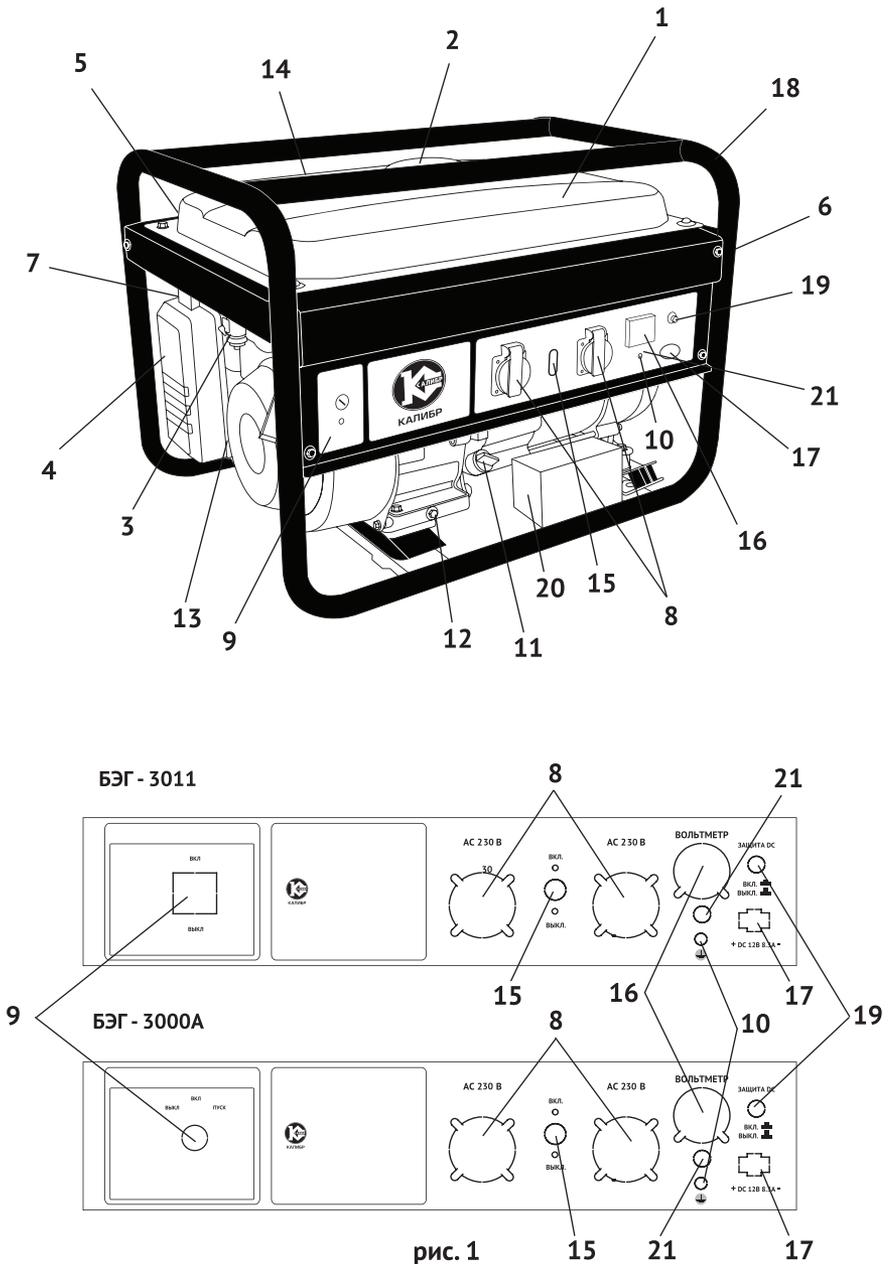

рис. 1
генератора. Передача осуществляется через коническое сопряжение ротора генератора и вала двигателя. При этом образуется самоцентрирующаяся трёхпорная схема соединения. С обмоток статора генератора напряжение подводится: через систему стабилизации на розетки переменного тока (рис.1 поз.8); через выпрямительный блок на розетку постоянного тока (рис.1 поз.17).
2.4 Общий вид бензогенератора и панели управления представлен на рис.1
3.4 Двигатель и генератор закреплены на трубчатой раме (рис.1 поз.18) через амортизаторы, что снижает вибрацию аппарата и уменьшает уровень шума при работе. Все элементы бензогенератора имеют удобный доступ для обслуживания и ремонта.
Электрическая сеть подключения потребителей относится к системе с изолированной нейтралью, предусматривающей защитное заземление открытых токопроводящих частей корпуса. В зависимости от местных условий (состав грунта, его влажность и т.п.) изменяется качество заземления. Во всех случаях защитное заземление должно иметь сопротивление не более 4-х Ом. Во время работы бензогенератора его клемма заземления (рис.1 поз.10) должна быть подсоединена к заземлителю. Практически это требование может быть реализовано следующими способами:
Выкрутите пробку-щуп из маслозаливной горловины (рис.1 поз.11) и залейте в картер масло необходимой марки до нижнего края горловины. Вставьте сухой чистый щуп в горловину картера и извлеките его. Проверьте уровень масла: граница смоченной области щупа должна располагаться между отметками минимального и максимального уровней.
5.3.1 Отключить всех потребителей переменного и постоянного тока от генератора. Перевести автоматический выключатель (рис.1 поз.15) в положение «ВЫКЛ».
- перевести выключатель зажигания (рис.1 поз.9) в положение «ВКЛ»;
- открыть топливный кран (рис.1 поз.3);
- перевести рычаг управления воздушной заслонкой (рис.1 поз.7) в крайнее левое положение «закрыто» при пуске холодного двигателя (для прогрева двигателя рычаг устанавливается в промежуточном положении);
- медленно потяните рукоятку стартера (рис.1 поз.13) до появления сопротивления, затем резким движением вытяните его до конца, повторите действие ещё раз, если двигатель не завёлся;
После прогрева двигателя в течение 10-40 секунд (в зависимости от начальной температуры), перевести рычаг воздушной заслонки (рис.1 поз.7) в крайнее правое положение «открыто».
- перевести выключатель зажигания (рис.1 поз.9) в положение «ВЫКЛ.» (ключ зажигания модели БЭГ-3000А – в положение «ВЫКЛ.»);
- закрыть топливный кран (рис.1 поз.3).
- напряжения переменного тока измеряется вольтметром (рис.1 поз.16);